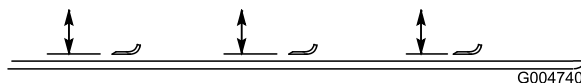

Figure 97
2. Tournez la lame dans le sens longitudinal et mesurez la distance entre l'intérieur de l'unité de coupe et le tranchant à l'avant de la lame (Figure 97).